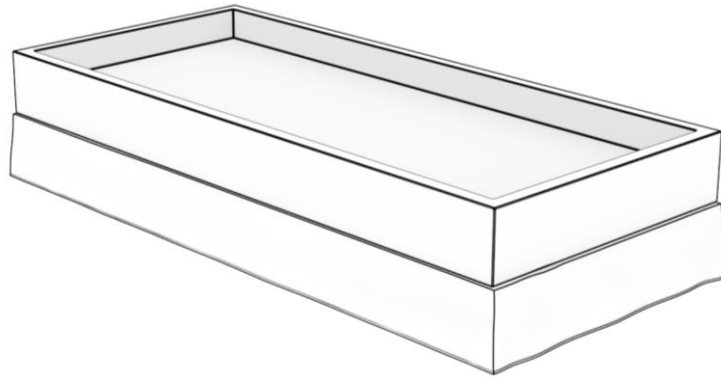

Abbildung 2: Platzieren des Schaumkerns auf der Unterseite des Bezuges.
Schritt 2. Nehmen Sie den Schaumkern der Wassermatratze und legen diesen auf den unteren Teil des Bezuges, wie in Abbildung 2 dargestellt.